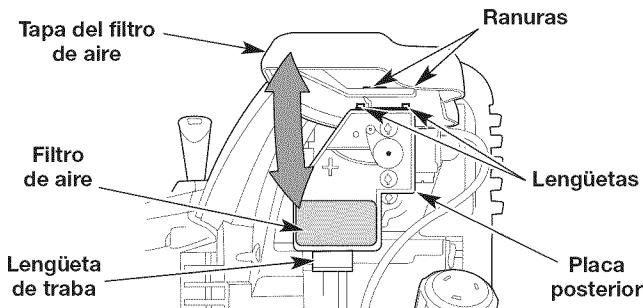

Fig. 21
1. Abra la tapa del filtro de aire: presione la lengüeta de traba hacia adentro y gire la tapa del filtro de aire hacia arriba (Fig. 21).
2. Quite el filtro de aire (Fig. 21).
6. Reinstale el filtro de aire (Fig. 21).
7. Cierre la tapa del filtro de aire: coloque las lengüetas de la placa posterior en las ranuras de la tapa del filtro de aire. Gire la tapa del filtro de aire hacia abajo y presiónela hasta que la lengüeta de traba encaje en su lugar (Fig. 21).